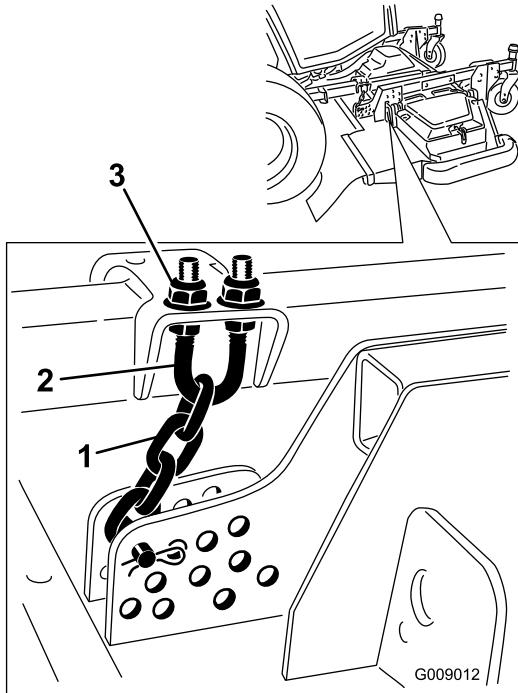

Bild 95
5. Lockern Sie die Klemmmuttern an der Ober- oder Unterseite des U-Bügels an der Schnithöhenkette (Bild 95).